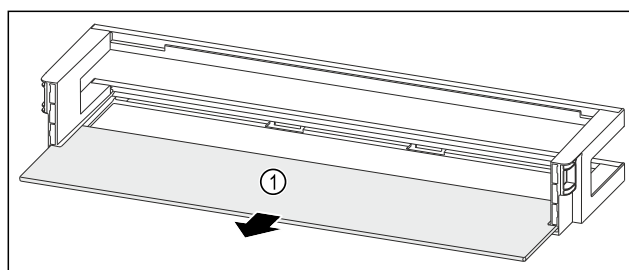

Fig. 274 Dvevní přihrádka s odkládací plochou
- Odkládací plochu Fig. 274 (1) odeberte.